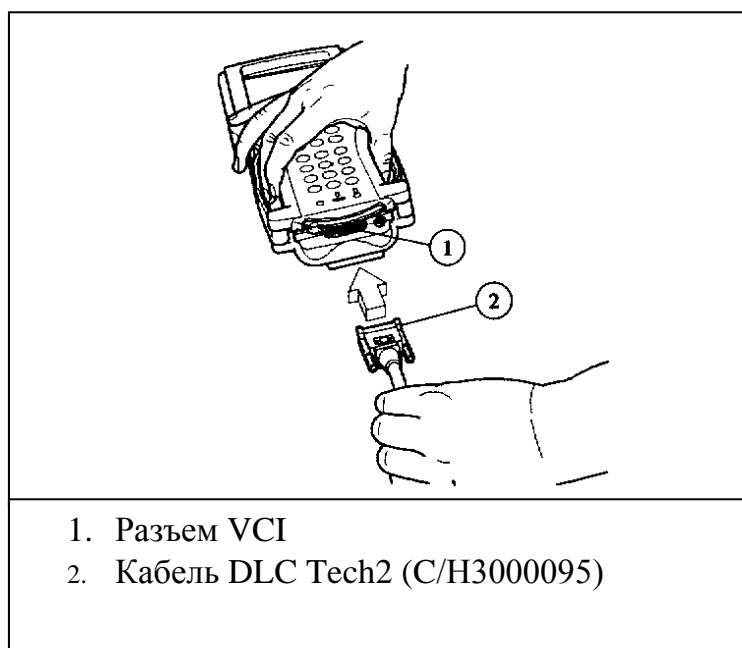

Рисунок 3-3
2. Подсоедините кабель DLC тестера Tech-2 (И/Н 3000095) к разъему VCI (процедуру подсоединения смотрите на рис. 3-3)